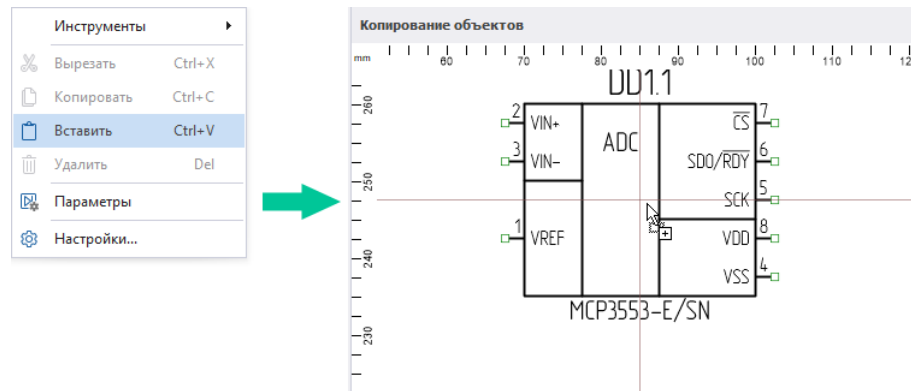

Рис. 201 Инструменты «Вставить» для объектов
3. Вставить объекты с помощью пункта «Вставить» контекстного меню, либо воспользоваться сочетанием клавиш «Ctrl+V». Объекты будут вставлены, см. Рис. 201.